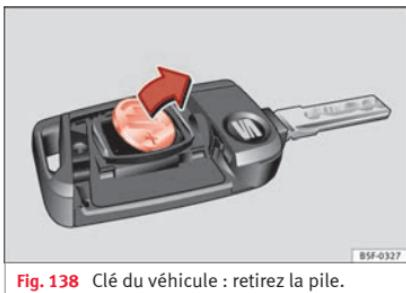

Fig. 138 Clé du véhicule : retirez la pile.
- Retirez la pile du compartiment à l'aide d'un objet fin approprié **»» fig. 138.**
- Placez la pile neuve comme indiqué **»» fig. 138** et appuyez-la contre le logement des piles dans le sens contraire de la flèche **»» ①.**